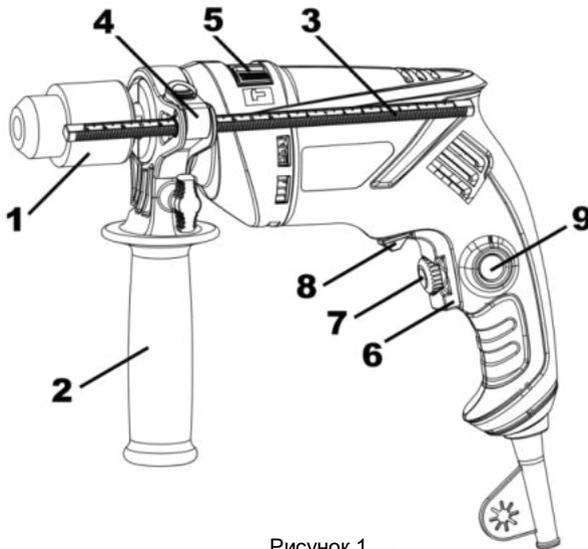

Рисунок 1
Виріб має два режими свердління: ударно-обертальний і обертальний. Перемикач режимів роботи виробу здійснюється переведенням перемикача (5) (див. рис.1) У крайні позиції до відповідного символу режиму роботи:
- ударно-обертальний режим - перемикач (5) повинен бути переведеним до упору у бік символу **T**;
- обертальний режим - перемикач (5) повинен бути переведеним до упору у бік символу **A**.
**4.2** Виберіть необхідний режим роботи виробу за допомогою перемикача (5) (див. рисунок 1). Перемикання режимів роботи виробу здійснюється переведенням перемикача (5) (див. рис. 1) з одного крайнього положення в інше в бік відповідного символу режиму роботи:
- обертальний режим - перемикач (5) повинен бути переведеним до упору у бік символу **2**.